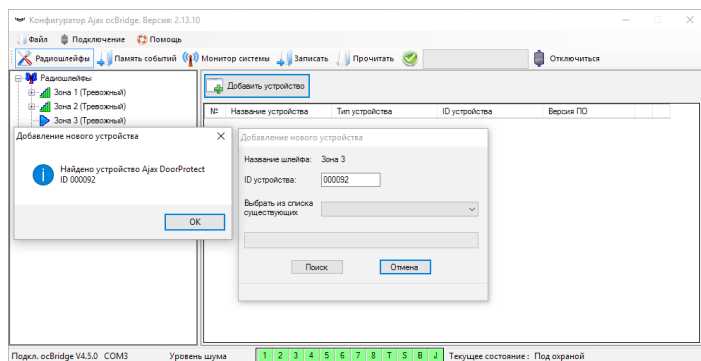

РИС. 4. Регистрация датчиков через программу-конфигуратор
Затем следует указать желаемую зону (подробнее о зонах см. п. 6.4. и 6.6. данной инструкции) курсором, сделать мышкой правый клик и выбрать в контекстном меню пункт «Добавить устройство» либо же нажать клавишу «Добавить устройство» на панели управления. После этого в появившемся окне запроса надо ввести идентификатор (ID) датчика, который указан на его корпусе, и нажать на клавишу «Поиск» (РИС. 4). Когда индикатор поиска начнет двигаться, необходимо включить датчик. Запрос на регистрацию передается только в момент включения датчика! Если регистрация не прошла – выключите датчик на 5 секунд и включите датчик снова. Когда светодиод включенного датчика мигает раз в секунду в течении минуты, значит датчик не зарегистрирован! Таким же образом светодиод мигает, если датчик удален из списка зарегистрированных!
4.4. После успешной регистрации датчиков в охранной системе нажмите кнопку «Записать» (РИС. 4) чтобы сохранить информацию о конфи-
гурации датчиков в памяти приемника osBridge. При повторном подключении приемника к ПК нажмите кнопку «Прочитать» (РИС. 4) чтобы загрузить в конфигуратор ранее сохраненную в osBridge конфигурацию датчиков.